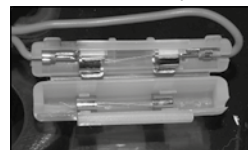

Imagen 24. Fusible.
4. Sustituir el fusible quemado por el de repuesto. Ver imagen 24.